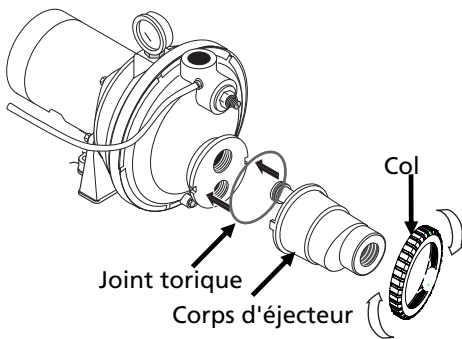

Figure 3
1. Placer le joint torique dans la gorge circulaire sur le flasque de la pompe (voir Figure 3).